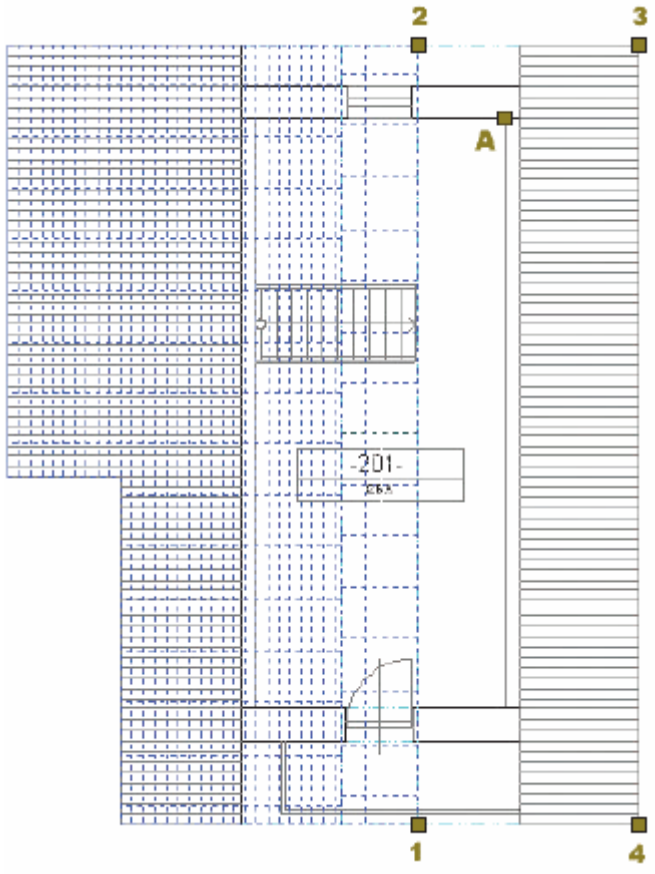

Рис. 1.7-8
7. Создайте третью плоскость (Рис. 1.7-8).